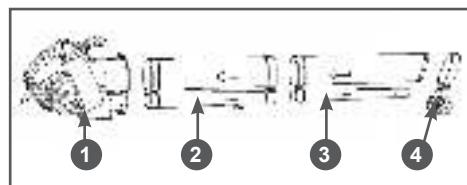

Рис. 2 Общая схема сборки устройства
- Соберите и установите напорную трубу и опорные колёса. Общая схема сборки устройства показана на Рис. 2.